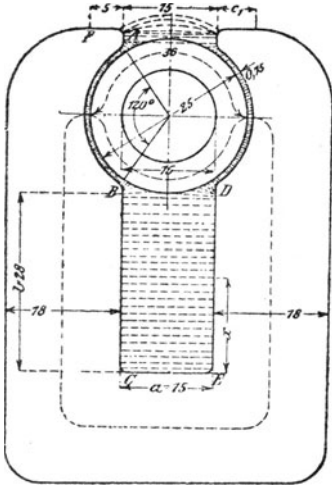

Fig. 62.
**162.** Es ist die Amperewindungszahl der nebenstehenden Dynamo (Fig. 62) zu berechnen unter der Voraussetzung, daß der Anker 20 [25] (16) cm lang ist und von  $1,7 \cdot 10^6$  [ $2,8 \cdot 10^6$ ] ( $16 \cdot 10^6$ ) Kraftlinien durchsetzt werden soll.